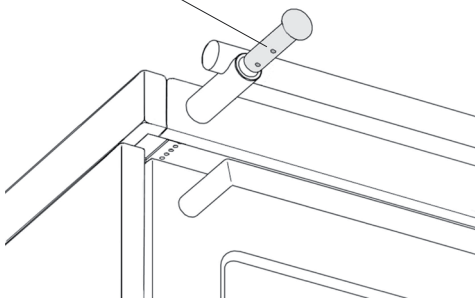

Bild 5
- ⇒ Die Innensechskantschrauben der Bediengriffe (Unterseite) leicht lösen und anschließend auf den gewünschten Herdrahmenüberstand herausdrehen. (Bild 5)